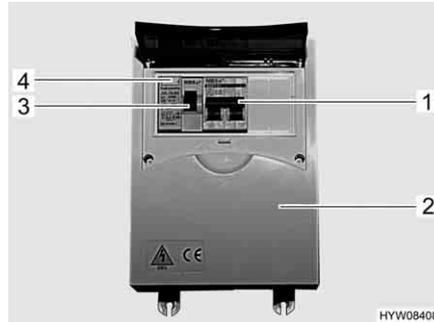

Bild 48 230-V-Sicherungskasten mit Leitungsschutzschalter und FI-Schalter
Ein Fehlerstrom-Schutzschalter (FI-Schalter) (Bild 48,3) im Sicherungskasten (Bild 48,2) sichert das gesamte Fahrzeug gegen Fehlerstrom (0,03 A) ab.
Der nachgeschaltete Leitungsschutzschalter (10 A) (Bild 48,1) sichert die 230-V-Steckdosen, den Kühlschrank und den Elektroblok ab.
- Wenn das Fahrzeug an die 230-V-Versorgung angeschlossen ist, die Prüftaste (Bild 48,4) drücken. Der Fehlerstromschutzschalter (FI) muss auslösen.